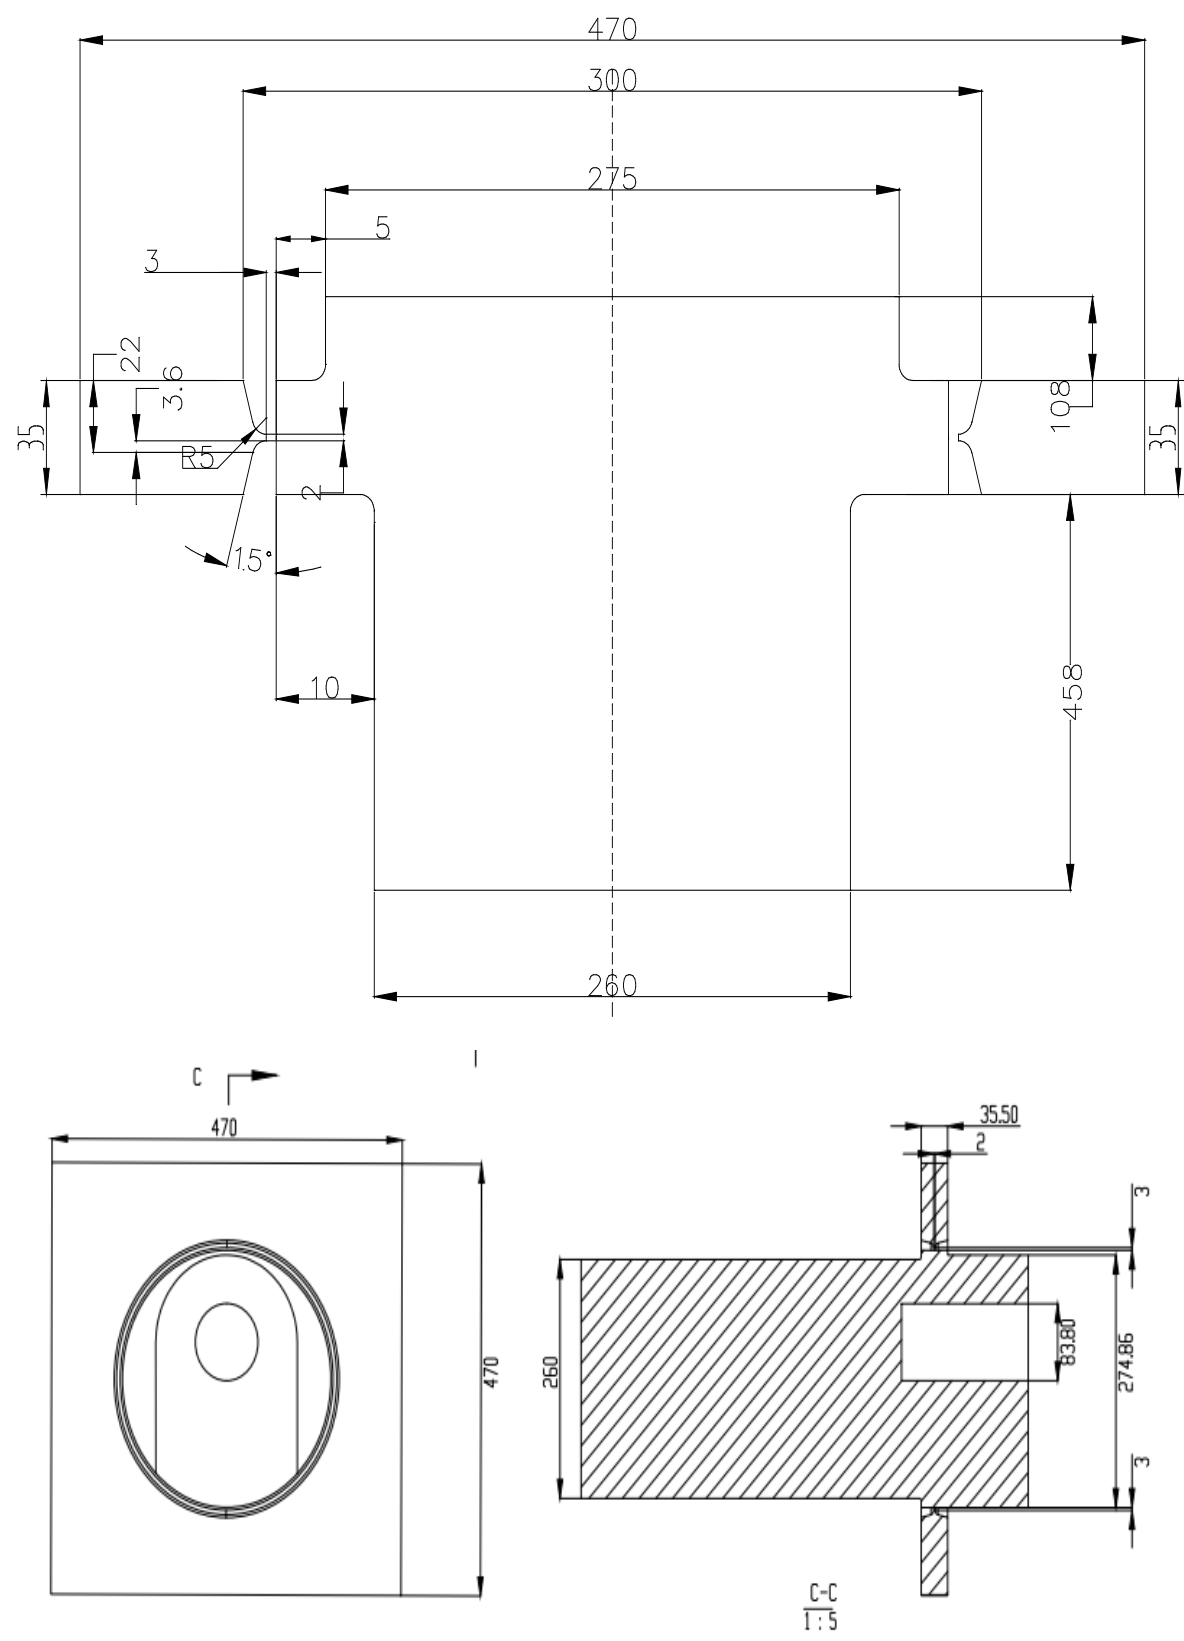

图 7
- (1) 图纸及参数，见图 7 所示。
- (2) 规格：方环规格为 $\Phi 300\text{mm} \times 470\text{mm} \times 470\text{mm} \times 35\text{mm}$ 、圆柱规格： $\Phi 275\text{mm} / \Phi 260\text{mm} \times 108\text{mm} / 458\text{mm}$ （高），构成的对接接头。
- (3) 材质：316L。